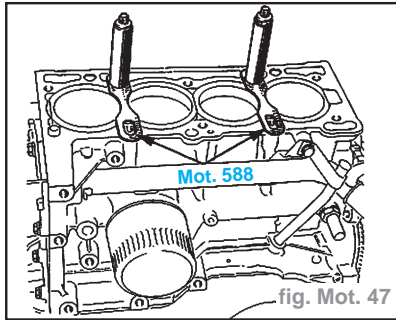

fig. Mot. 47
- Mettre les brides de maintien des chemises **Mot. 588** (fig. Mot. 47).